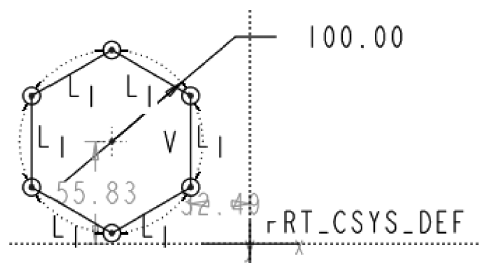

图 4-44 标注并修改尺寸
(14) 在圆直径组合框修改其直径值为“100”，完成的正六边形如图 4-44 所示。